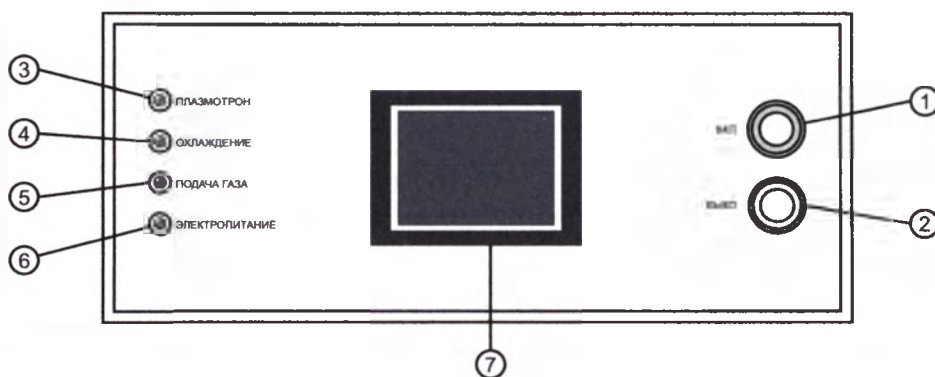

Рисунок 5. Приборная панель стойки управления Установки
На приборной панели располагаются следующие элементы управления и индикации (рис.5):
- кнопка общего включения Установки «ВКЛ» с кольцевой подсветкой зеленым свечением (рис.5, поз.1),
- кнопка общего выключения Установки «ВЫКЛ» с кольцевой подсветкой красным свечением (рис.5, поз.2),
- светодиодный индикатор наличия подключенного плазмотрона «ПЛАЗМОТРОН» (рис.5, поз.3),
- светодиодный индикатор работоспособности системы охлаждения «ОХЛАЖДЕНИЕ» (рис.5, поз.4),
- светодиодный индикатор работоспособности газовой системы «ПОДАЧА ГАЗА» (рис.5, поз.5),
- светодиодный индикатор работоспособности системы электропитания плазмотрона «ЭЛЕКТРОПИТАНИЕ» (рис.5, поз.6),
- сенсорный дисплей индикации, включения, выключения и переключения режимов плазмогенерации (рис.5, поз.7).
8.3.1. При подсвеченной красным свечением кнопке «ВЫКЛ» (поз.2, рис.5) (что означает, что кабель питания установки подключен к сети) нажать кнопку «ВКЛ» (поз.1, рис.5).
Одновременно с этим включается сенсорный дисплей (поз.7, рис.5) и запустится процесс самотестирования систем Установки.
- Наличие подключенного к разъему плазмотрона. При положительном результате теста загорается светодиодный индикатор «ПЛАЗМОТРОН» (поз.3, рис.5).
- Исправность системы охлаждения плазмотрона. При положительном результате теста загорается светодиодный индикатор «ОХЛАЖДЕНИЕ» (поз.4, рис.5).
- Исправность газовой системы. При положительном результате теста загорается светодиодный индикатор «ПОДАЧА ГАЗА» (поз.5, рис.5).
- Исправность источника электропитания плазмотрона. При положительном результате теста загорается светодиодный индикатор «ЭЛЕКТРОПИТАНИЕ» (поз.6, рис.5).